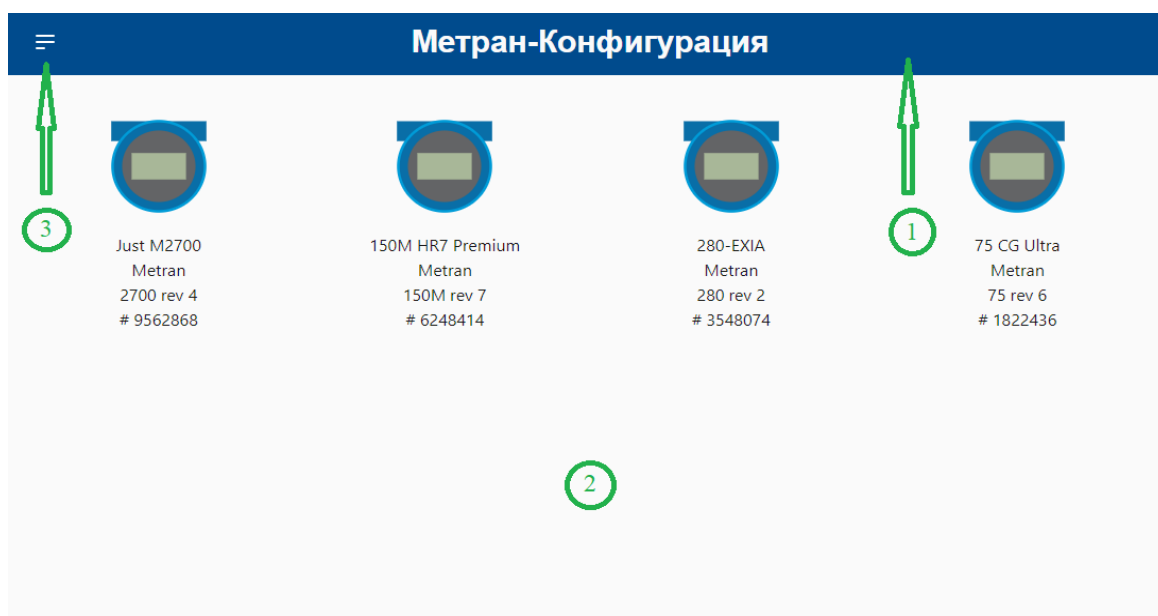

Рис. 19 Элементы главного окна
- Информационная панель – 1 (рис. 19) (п. 3.9.1)
- Главное окно – 2 (рис. 19) (п. 3.9.2)
- Кнопка главного меню – 3 (рис. 19) (п. 3.9.3)